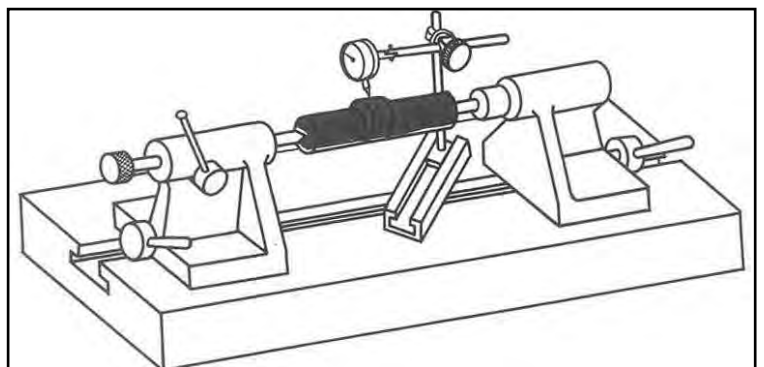

Figura 28 – Verifica eccentricità del pezzo.
5. Se necessario, verificare **l'eccentricità del pezzo**, utilizzando un comparatore e facendo ruotare lentamente il pezzo (a mano) dopo averlo fissato tra le punte (Figura 28).